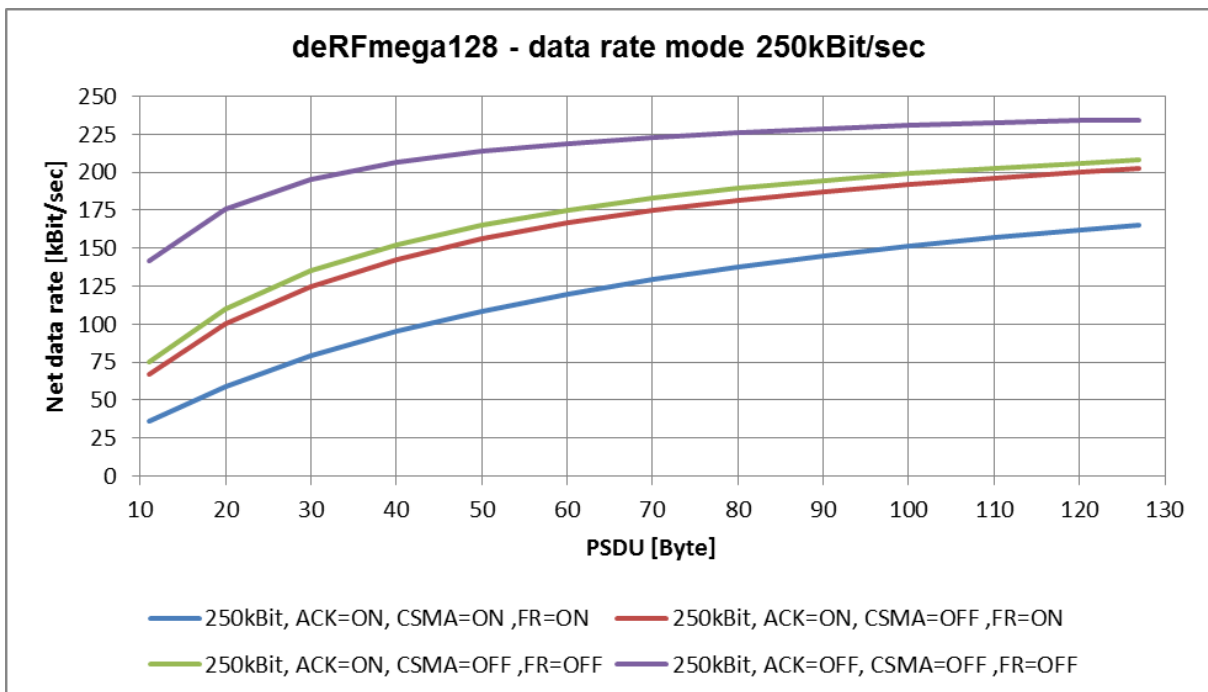

Abbildung 3: Verlauf der Netto-Datenrate beim deRFmega128
Dieser Abschnitt verdeutlicht den Zusammenhang zwischen Brutto/Nettodatenrate, gewählter Fehler-schutzmechanismen und der Nutzdaten anhand zweier deRFmega128 Funkmodule im 2.4GHz Band. Anhand der **Abbildung 3** können folgende Schlussfolgerungen getroffen werden.
- **Abbildung 3** zeigt den Verlauf der Netto-Datenrate beim Zu- und Abschalten der verschiedenen Fehlerschutzmechanismen. Die physikalische Datenrate wurde dabei fest auf 250kBit/sec eingestellt.